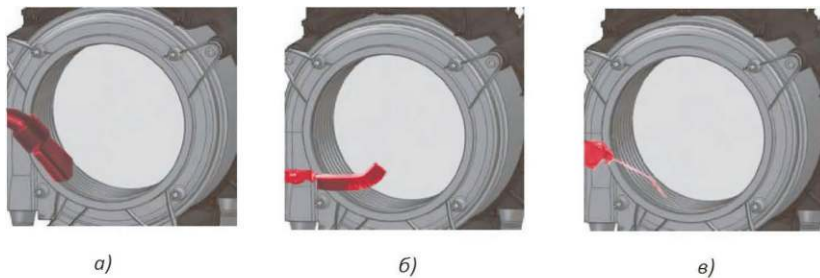

Рис. 18. Чистка камеры сгорания
1. Предварительно соберите мусор пылесосом с применением щелевой насадки (рисунок 18а);
запрещено применять щетку с металлическими щетинками (рисунок 18б).
3. Соберите пылесосом отложения, осыпавшиеся после работы щеткой (рисунок 18а);
4. Продуйте сжатым воздухом промежутки между спиралью теплообменника (рисунок 18в);
5. Удалите образовавшийся мусор пылесосом (рисунок 18а).